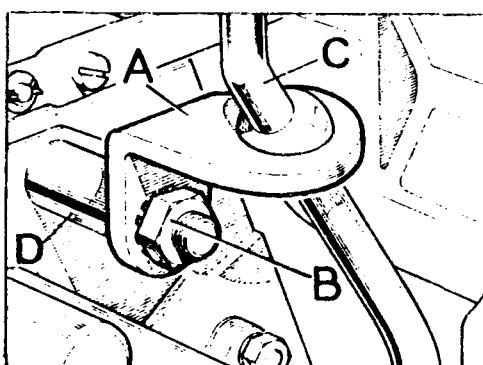

Fig. C1-29 Eslabón para el eje selector de la caja reductora
- 1.7. Soltar la tuerca, B (Fig. C1-29) de fijación del eslabón, A, de la palanca reduc-tora, C, al eje selector de "altas" y "bajas", D.
- 2.6. Colocar en su sitio la palanca, C (Fig. C1-29) de la caja reductora y asegurarse del apriete de la tuerca, B, de fijación del eslabón, A.